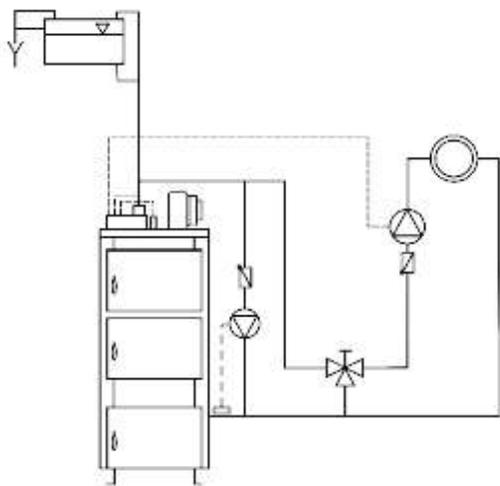

Рисунок 4 - Подключение с трехходовым краном
18.13 Во избежание появления конденсата, что может в несколько раз сократить срок эксплуатации Котла, необходимо систему отопления монтировать по прилагаемым или аналогичным схемам, обеспечивающим температуру возвратной воды не ниже 55°C (см. рис.4,5).